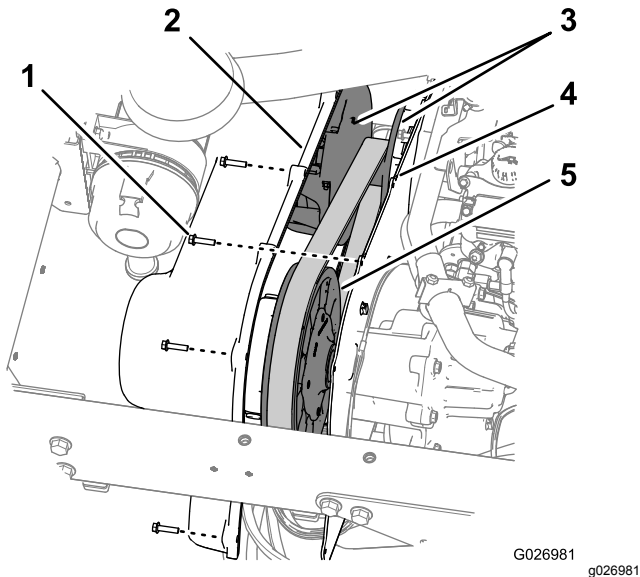

Figura 64
1. Retire los 9 pernos de cabeza hexagonal con arandela prensada (1/4" x 1") que sujetan la cubierta de la transmisión a la placa de montaje de la transmisión (Figura 64).
5. Alinee los taladros de la cubierta de la transmisión con los taladros de la placa de montaje (Figura 64).
6. Sujete la cubierta a la placa de montaje (Figura 64) con los 9 pernos de cabeza hexagonal (1/4" x